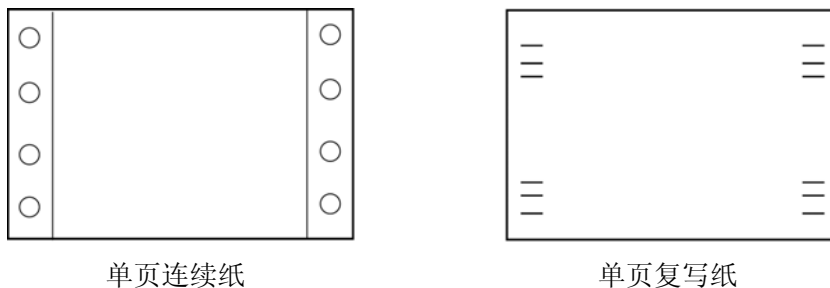

图 B-4
- 不要使用单页的连续纸或单页复写纸在单页纸打印方式下打印。因为连续纸边上的孔或者复写纸边上的压痕可能会引起打印阻塞（如图 B-4 所示）。